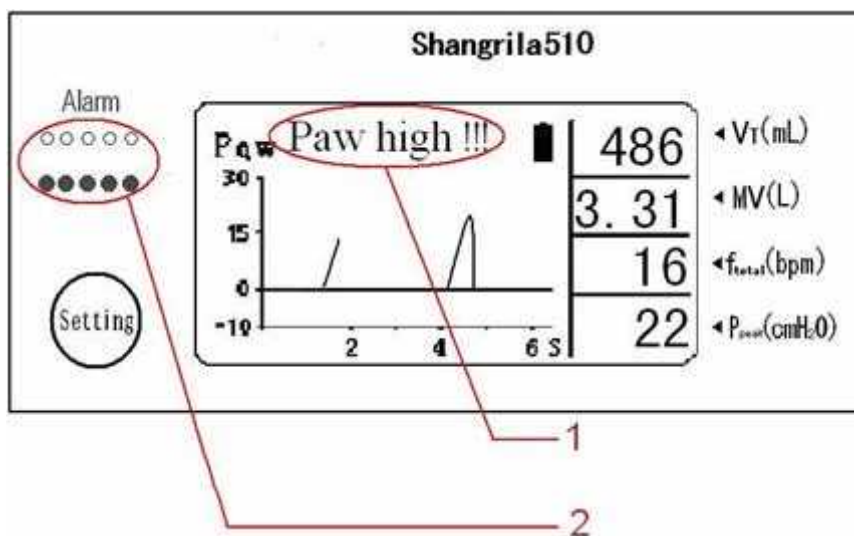

Figura 4-1. Indicatore d'allarme.
Questa sezione descrive gli allarmi del ventilatore e come intervenire nel caso si verificano. La Figura 4-1 mostra le spie d'allarme (2) del ventilatore Shangrila510, che distinguono due tipi di allarme: ad alta e media urgenza.